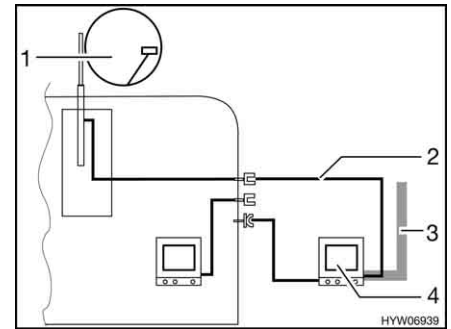

Fig. 179 Televisão no avançado
- Televisão no avançado (Fig. 179,4): Ligação da antena exterior (Fig. 179,1) com cabo de ligação (Fig. 179,2)
- Televisão no avançado (Fig. 179,4): Ligação à antena exterior (Fig. 179,3)